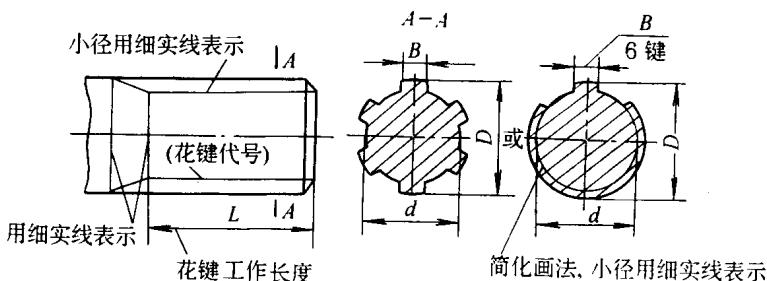

图 1-9 外花键的画法
2) 矩形花键的形式和标记 外花键的画法见图 1-9, 内花键的画法见图 1-10。